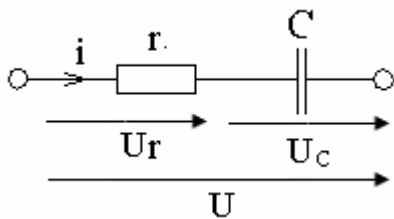

Рис. 58
34. Напряжение в цепи $U=120\sqrt{2}\sin(314t)$ В, $r=30$ Ом, $C=106$ мкФ (рис. 58). Определить и построить мгновенные значения тока и напряжений на активном и емкостном сопротивлениях, также построить векторную диаграмму.